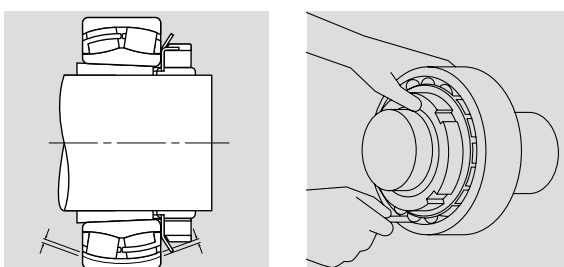

Fig. 2: Comprobación del juego radial interno del rodamiento una vez ensamblado en el eje.
6. Ajuste la tuerca de apriete hasta obtener la disminución de juego radial interno requerido descrito en la tabla (pág. 24). Una vez el rodamiento haya sido montado en el eje, compruebe el juego radial residual interno (parte inferior de los rodillos) (**Fig. 2**).